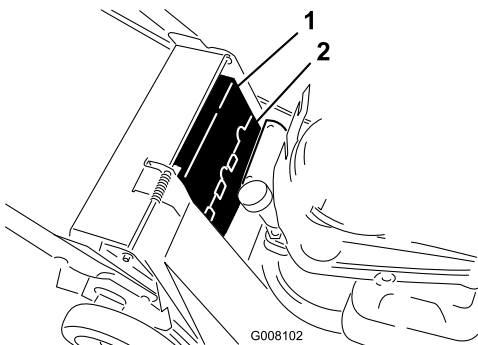

Figura 29
6. Rimuovete il copricinghia superiore ed inferiore (Figura 29).